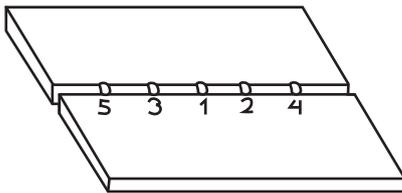

Figura 1
a. El punteado debe ser alternado (figura 1).